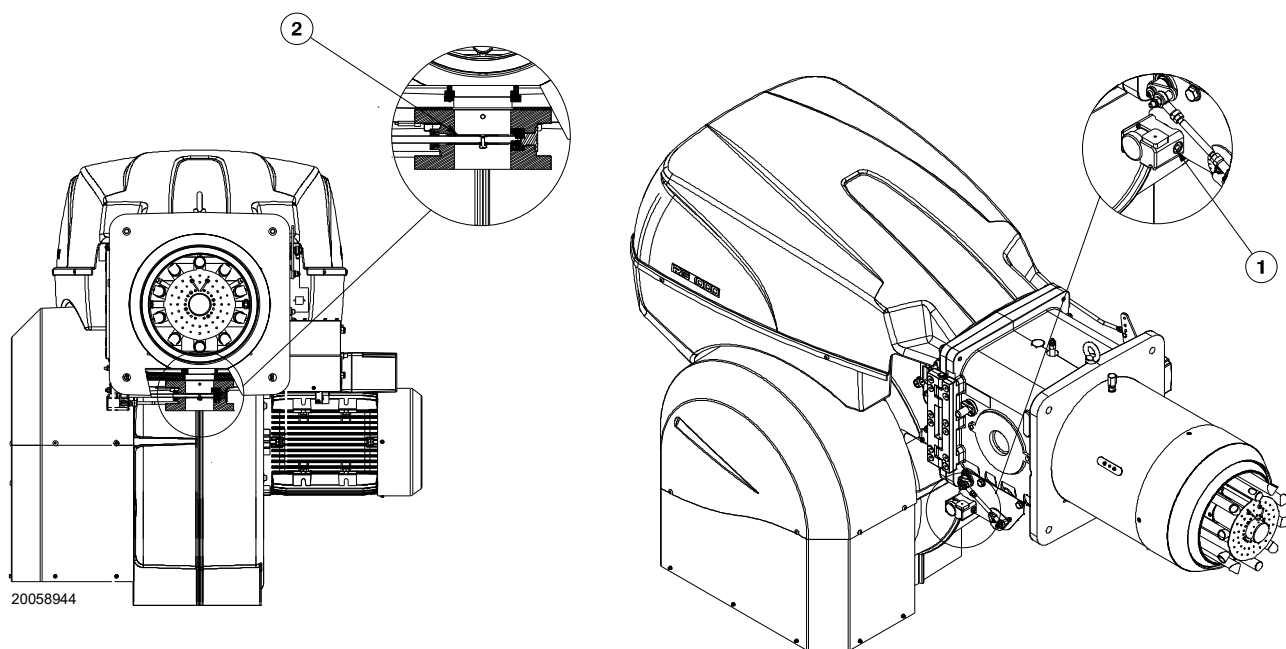

Fig. 19
Pressione del gas misurata alla presa 1)(Fig. 19), con:
Perdita di carico farfalla gas 2)(Fig. 19) con apertura massima: 90°.
- sottrarre dalla pressione del gas alla presa 1)(Fig. 19) la pressione in camera di combustione.
Pressione del gas alla presa 1)(Fig. 19) = 41,9 mbar
Per conoscere invece la pressione del gas necessaria alla presa 1)(Fig. 19), fissa la potenza massima di modulazione alla quale si desidera funzioni il bruciatore:
- Leggere sulla destra, colonna 1, la pressione alla presa 1)(Fig. 19).
pressione necessaria alla presa 1)(Fig. 19).